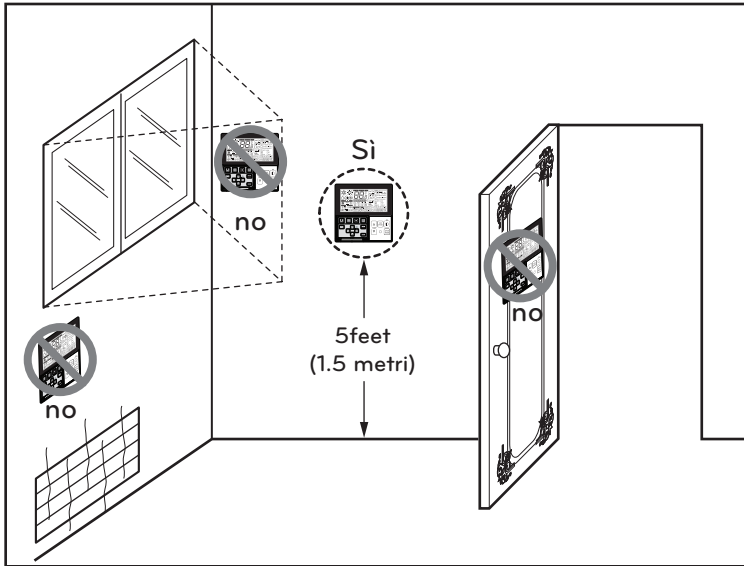

Fig.1 Ubicazioni tipiche per il telecomando
- Questo telecomando è dotato di display con LED a sette segmenti. Per la visualizzazione appropriata dei LED, il telecomando deve essere installato correttamente come illustrato in Fig.1. (L'altezza standard è compresa tra 1,2 e 1,5 m dal livello del pavimento.)